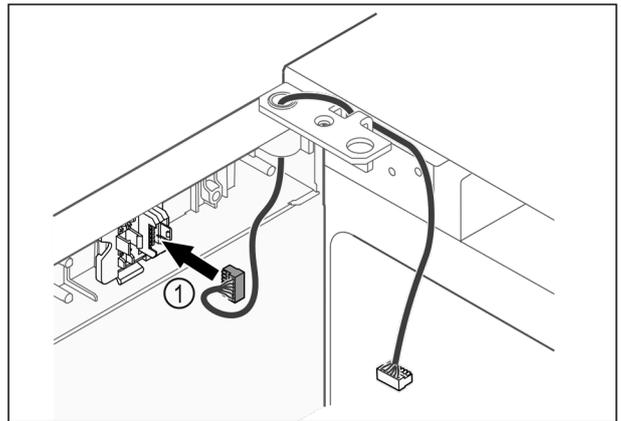

Fig. 46
- uStecker Fig. 46 (1) in Steckerhalterung einstecken.